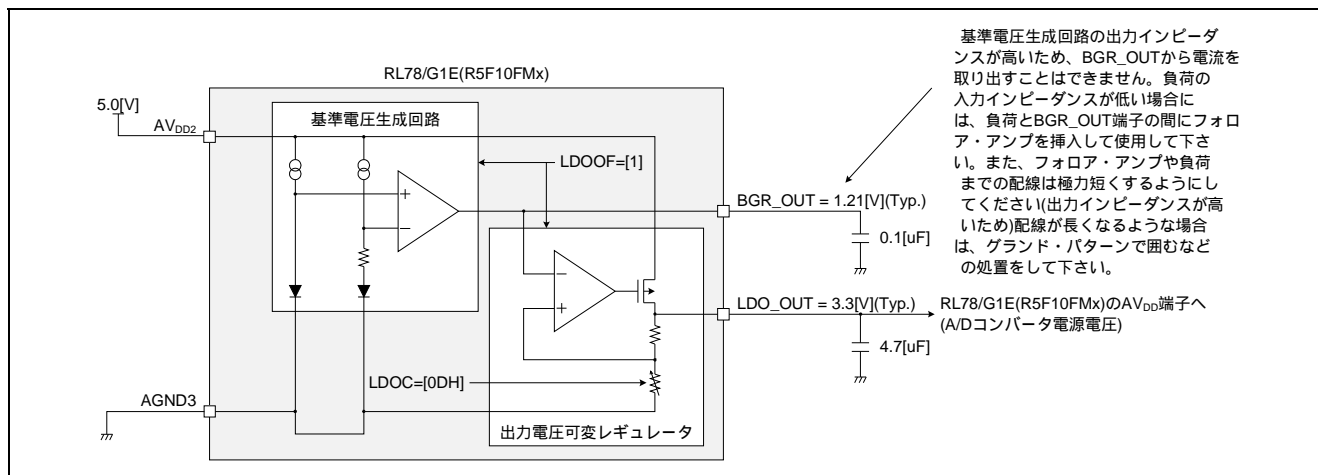

図 6.4 基準電圧生成回路および出力電圧可変レギュレータのブロック図
- 基準電圧生成回路および出力電圧可変レギュレータのブロック図を図6.4に示します。